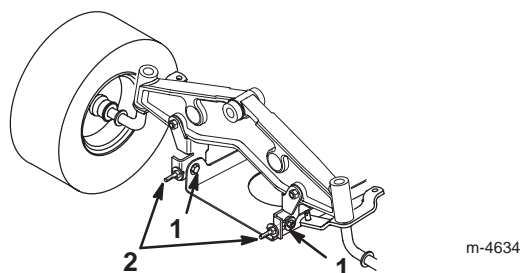

Bild 51
13. Lockern Sie die Befestigungsschrauben der vorderen Schwenkplatte (Bild 51).
14. Drehen Sie die Sicherungsmuttern an den Augbolzen, um die Einstellung zu ändern (Bild 51).
15. Prüfen Sie, wenn Sie beide Sicherungsmuttern der Augbolzen gleichmäßig eingestellt haben, die Schnittemesserneigung erneut in Längsrichtung. Fahren Sie mit der Einstellung der Augbolzen fort, bis die vordere Schnittemesserspitze um 0 bis 9 mm tiefer liegt als die hintere Spitze (Bild 51).
16. Ziehen Sie, wenn die Schnittemesserneigung in Längsrichtung korrekt ist, die Befestigungsschrauben der Schwenkplatte fest (Bild 51).